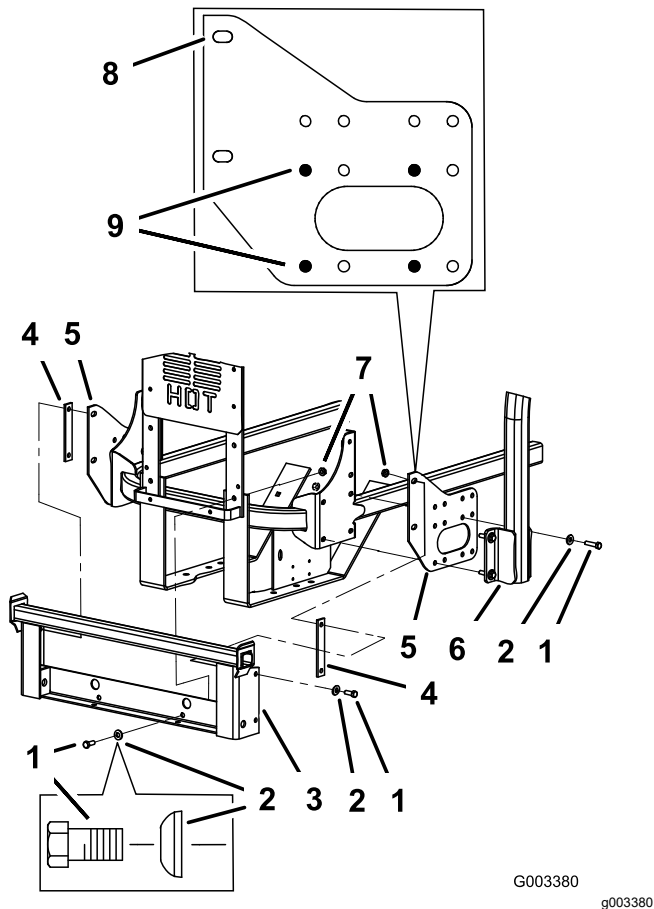
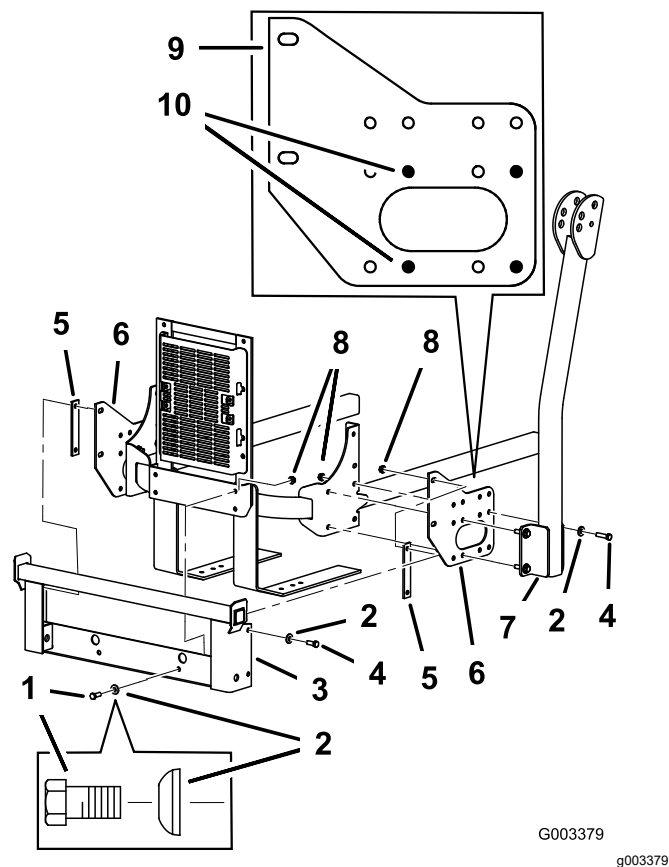
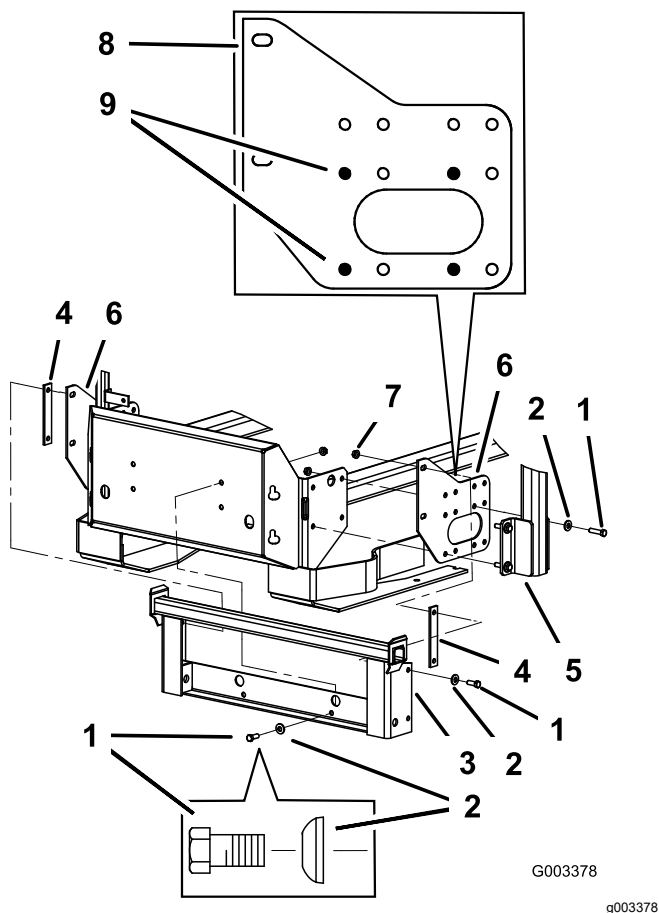

Figura 4
Figura 5
Figura 6
1. Retire los pernos, las tuercas y las arandelas que sujetan la barra de rodillo a un lateral de la máquina. Deseche las tuercas, los pernos y las arandelas (Figura 4, Figura 5 y Figura 6).
2. Instale la chapa lateral del ensacador y la sección de la barra antivuelco en el lateral de la máquina usando 4 pernos ($\frac{3}{8}$ " x $1\frac{1}{2}$ "), 4 arandelas curvas ($\frac{3}{8}$ ") y 4 tuercas con arandela prensada ($\frac{3}{8}$ ") (Figura 4, Figura 5 y Figura 6).
3. Repita los pasos detallados arriba en el otro lado (Figura 4, Figura 5 y Figura 6).
Nota: Asegúrese de que las arandelas curvas están instaladas, según se muestra en Figura 4, Figura 5 y Figura 6.
curvas ($\frac{3}{8}$ ") y 4 tuercas con arandela prensada ($\frac{3}{8}$ ") (Figura 4, Figura 5 y Figura 6).
5. Instale el soporte de montaje del ensacador en el bastidor trasero de la máquina con 2 pernos ($\frac{3}{8}$ " x $1\frac{1}{2}$ ") (utilice 2 pernos de $\frac{3}{8}$ " x 1" en cortacéspedes Z593, como se muestra en la Figura 5), 2 arandelas curvas ($\frac{3}{8}$ ") y 2 tuercas con arandela prensada ($\frac{3}{8}$ ") (Figura 4, Figura 5 y Figura 6).
3. Si el soporte de montaje del ensacador se desplaza lateralmente 3 mm ($\frac{1}{8}$ ") o más, instale uno o ambos espaciadores entre el soporte de montaje del ensacador y las chapas de montaje (Figura 4, Figura 5 y Figura 6).